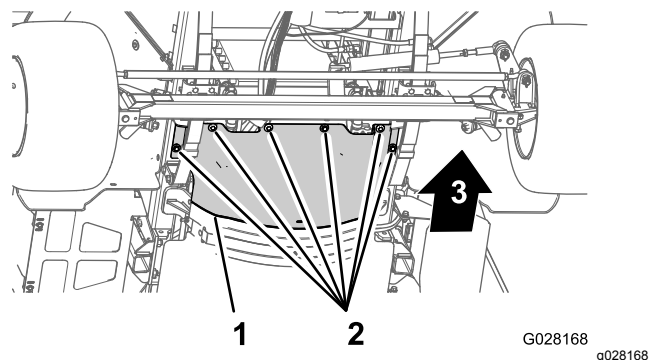

Figura 58
3. Retire los 6 pernos de cabeza hexagonal y las 6 arandelas que sujetan el protector térmico delantero al chasis, y retire el protector (Figura 58).